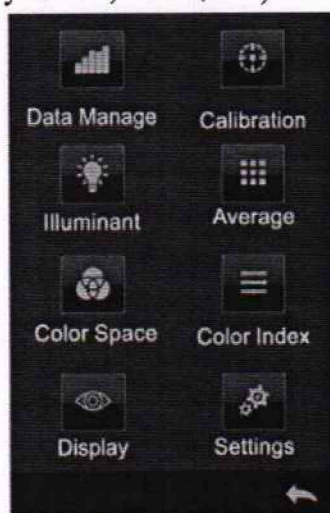
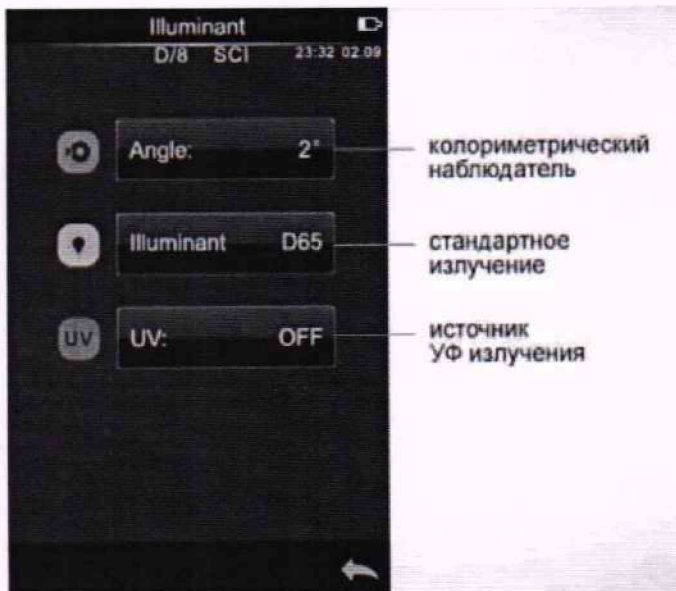

Рисунок 7 – Главное меню спектрофотометров 3NH моделей TS7036, BS7016
Рисунок 24 – Меню «Illuminant»
8.8.2.1 В главном меню прибора (рисунок 7) нажать кнопку «Calibration». Если на экране прибора не отображается главное меню, то для возврата необходимо нажать кнопку  или  в нижнем правом углу экрана.
9.1.2 Для моделей TS7036, BS7016 в главном меню (рисунок 7) нажать кнопку «Settings» для перехода в меню настроек (рисунок 14). Пролить меню и нажать кнопку «Instrument» для вывода информации о приборе, строка «Версия ПО» (рисунок 15).
10.1.2.2.1 В главном меню (см. рисунок 7) нажать кнопку «Illuminant», откроется меню «Illuminant» (рисунок 24) для настройки стандартного источника освещения, стандартного колориметрического наблюдателя МКО и настройки уровня УФ (для модели TS7036). Нажать кнопку «Angle» и в появившемся окне выбрать стандартный колориметрический наблюдатель МКО 10°. Нажать кнопку ✓ в нижнем левом углу для подтверждения выбора и возврата к меню «Illuminant».
10.1.2.2.4 Нажать кнопку ← в меню «Illuminant» для возврата в главное меню прибора (рисунок 7).
10.1.2.2.11 Нажать кнопку  в меню системных настроек для возврата в главное меню прибора (рисунок 7).